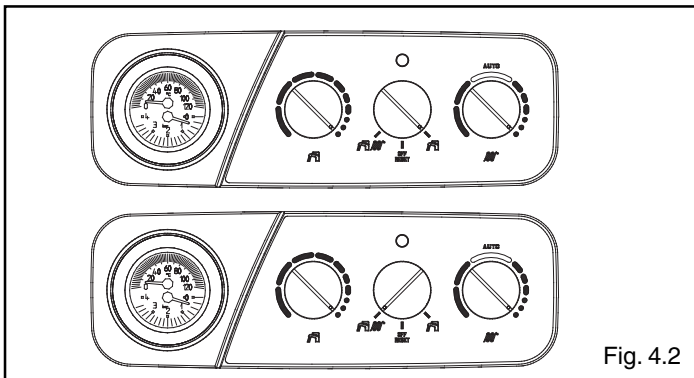
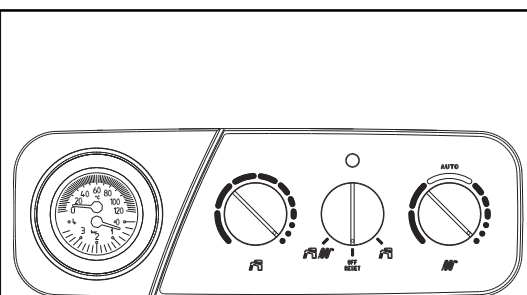

Fig. 4.2
Fig. 4.5
- colocar el interruptor general del aparato en la posición de encendido y el selector de función en verano o invierno (fig. 4.2), según el tipo de funcionamiento elegido.
- posicione o interruptor geral do aparelho na posição ligado e o seleccionador de função na posição verão ou inverno (fig. 4.2) conforme o tipo de funcionamento escolhido.
Para reactivar el funcionamiento, coloque el selector de función en off-reset (fig. 4.5) y volverlo a colocar luego en la posición deseada: verano o invierno (fig. 4.2).
Para reactivar o funcionamento, posicione o seleccionador de função na posição off-reset (fig. 4.5) levando-o novamente para a posição desejada: verão ou inverno (fig. 4.2).